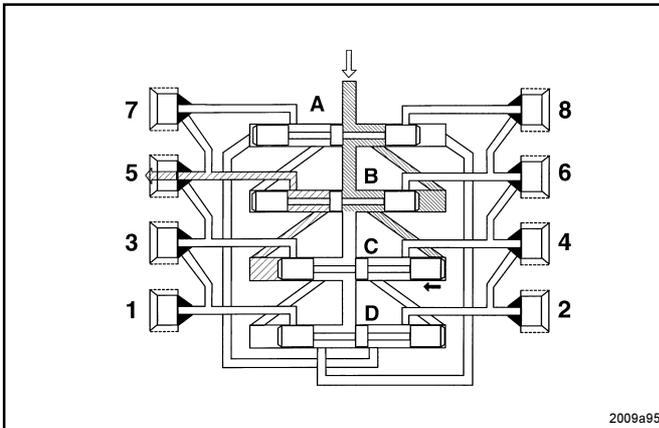

Fig.11: Phase 3
- Installer un raccord de sortie complet dans chaque orifice de sortie qui sera utilisé. Voir Fig. 11 à 13.